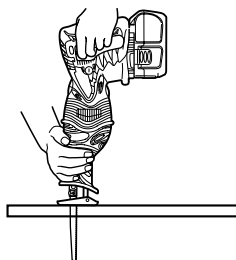
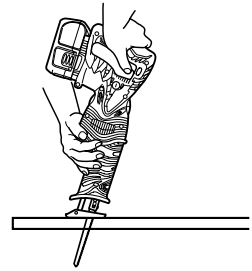

Fig. 29
Fig. 30
- (3) Sujete el cuerpo firmemente hasta que la hoja de sierra penetre completamente dentro del material (Fig. 29, Fig. 30)